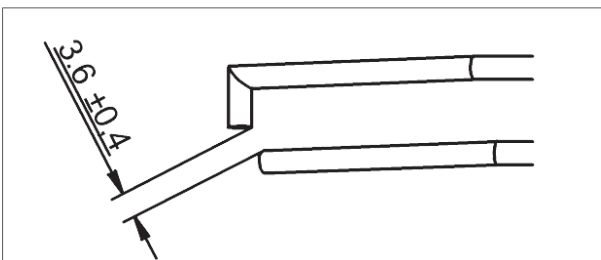

Abbildung 31 - Abstand zwischen den beiden Elektroden
- b. Der Abstand zwischen den beiden Elektroden muss  $3,6 (\pm 0,4)$  mm (Abb. 31) betragen.